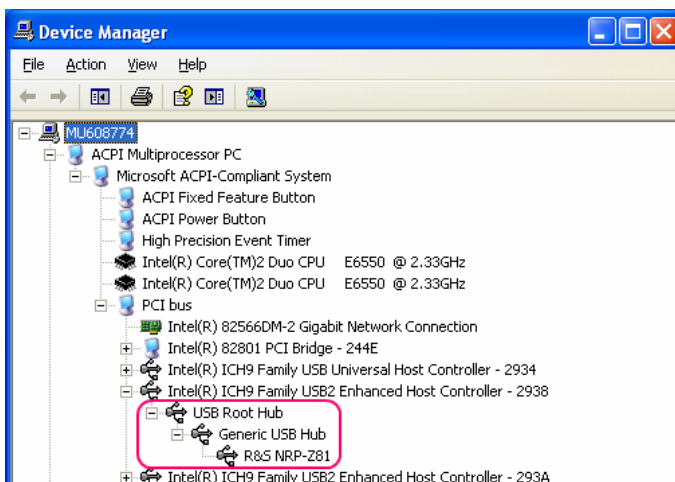

Bild 1-9 Identifizieren des USB Root Hubs, an dem der R&S NRP-Z5 betrieben wird
3. Identifizieren Sie nun den USB Root Hub, an dem der R&S NRP-Z5 betrieben wird. Dazu expandieren Sie, wie in Bild 1-9 dargestellt, die hierarchische Darstellung der PC-Komponenten. Suchen Sie unter **PCI bus** nach dem USB-Host-Controller, an dessen Root Hub der R&S NRP-Z5 angeschlossen ist. Der R&S NRP-Z5 wird als **Generic USB Hub** dargestellt. Sie können ihn anhand des daran angeschlossenen Leistungsmesskopfes von anderen USB-Hubs unterscheiden.